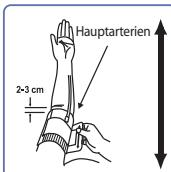

Abb. 3
- Schieben Sie Ihren Arm durch die Manschettenschlaufe. Das untere Ende der Manschette sollte ungefähr 2-3 cm über dem Ellbogen liegen. Der Schlauch sollte sich über der Armschlagader auf der Innenseite des Arms befinden (Abb. 3).